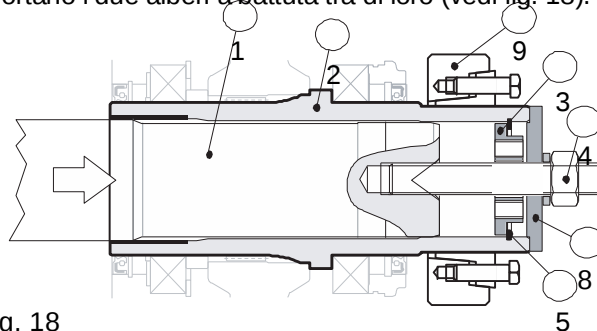

fig. 18
Quindi inserire nelle loro sedi prima il fondello (pos. 3), il seeger per interni (pos. 5) ed il fondello (pos. 8), a questo punto avvitando il dado della barra filettata si portano i due alberi a battuta tra di loro (vedi fig. 18).